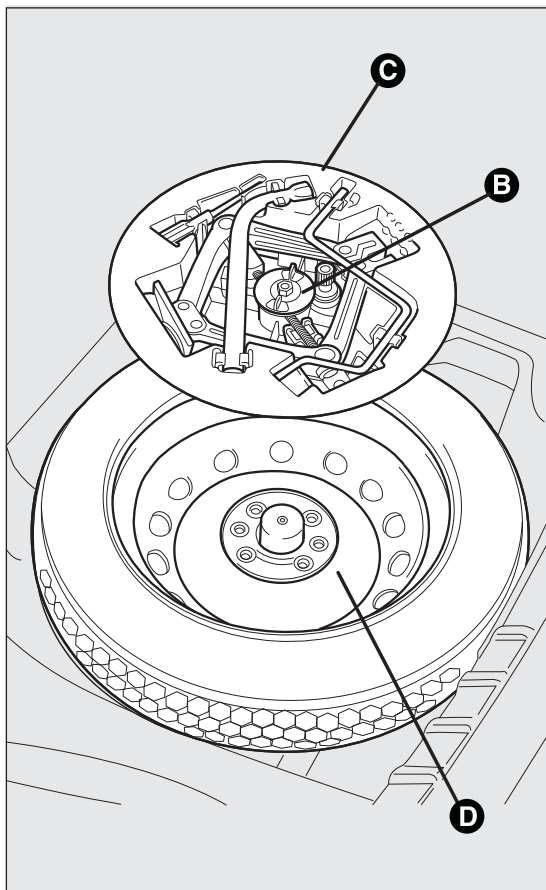

fig. 113
- dévisser le dispositif de blocage B fig. 113
- prendre la boîte à outils C fig. 113 et l'apporter à côté de la roue à remplacer ;
- prendre la roue compacte de secours D fig. 113 ;
- ranger la roue compacte de secours D fig. 113 dans le logement prévu à cet effet dans le coffre à bagages ;